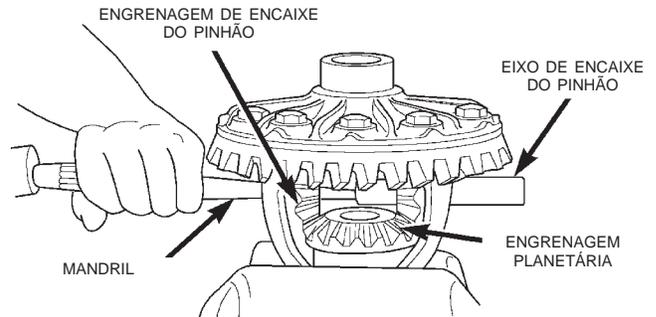

Fig. 57 Remoção do Eixo de Encaixe
(5) Remova o eixo de encaixe da engrenagem do pinhão. Se necessário, utilize um mandril e martelo (Fig. 57).